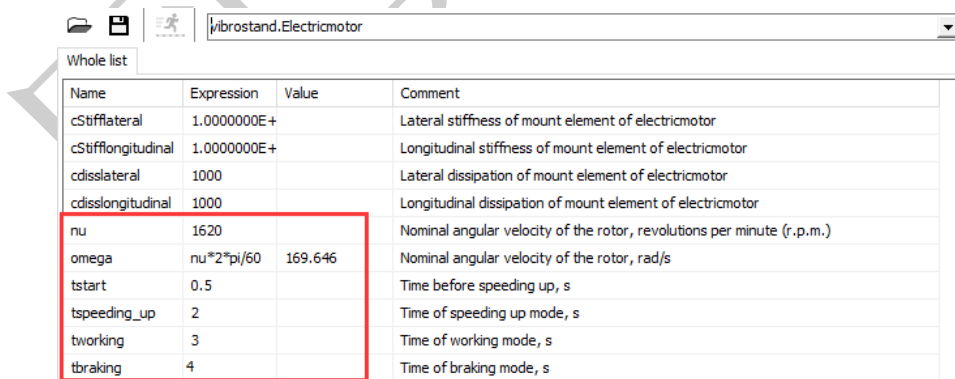

图 2.5
4. 切换到**Identifiers**页面，从**List of identifiers**下拉菜单中选择**Electricmotor**电机子系统，按图 2.5检查参数值，如不同，请修改。